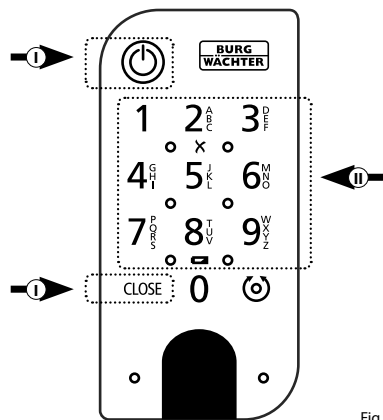

Fig. 4
- 1 Ative o teclado a pressionar a tecla ON ou a tecla CLOSE (I) (Fig. 4).
- 2 Digite seu código de administrador de 6 dígitos ou código de utilizador programado (II) (Fig. 4).